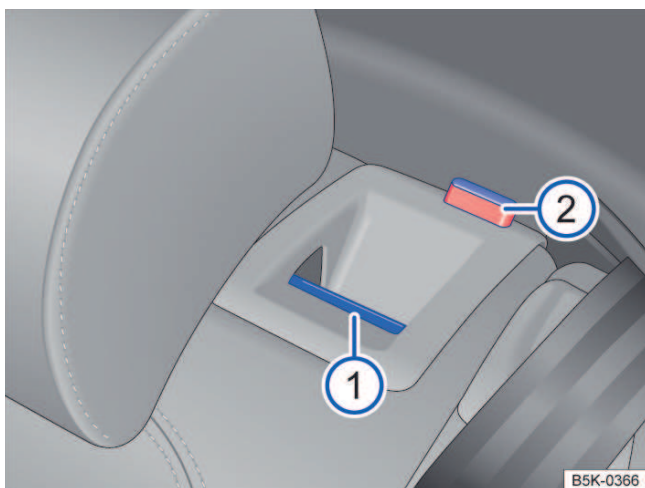

Fig. 67 No encosto do banco traseiro: botão de destravamento ❶, marcação vermelha ❷.
- Puxar o botão de destravamento → Fig. 67 ❶ para frente e, ao mesmo tempo, rebater o encosto do banco traseiro para frente.
- A respectiva parte de encosto do banco traseiro estará destravada quando a marcação vermelha → Fig. 67 ❷ estiver visível.
- A marcação vermelha → Fig. 67 ❷ não pode mais estar visível.